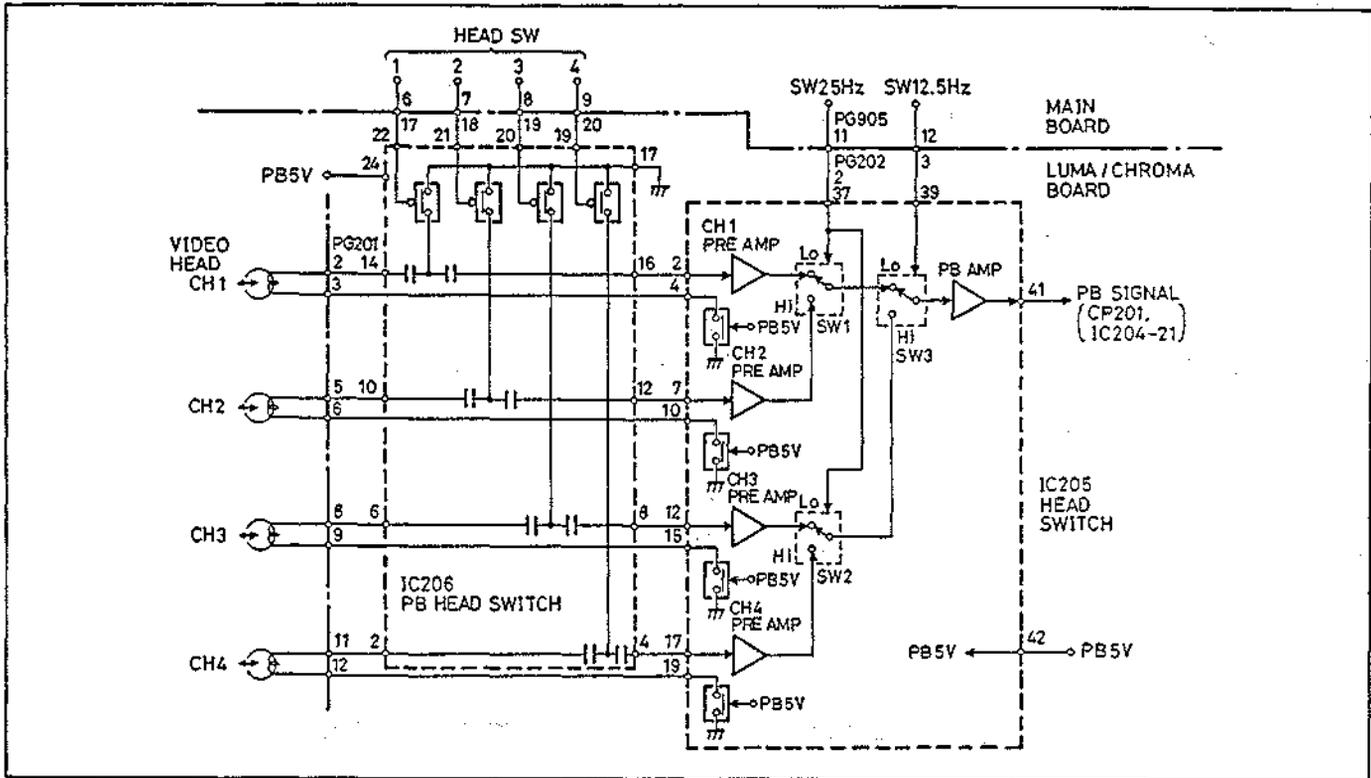

Abb. 5-5 Kopfwechsel-Schaltkreis
(2) Kontinuierlicher Signalgenerator (Abb. 5-5)